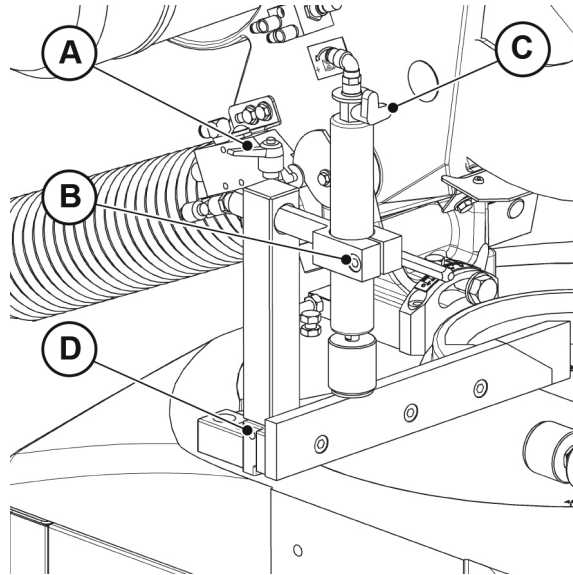

Abb. 07-06
- 1 Den Hebelgriff „A“ (Abb. 07-06) zur Einstellung des Abstands vom Profil lockern.
- 2 Die Schraube „B“ (Abb. 07-06) zur vertikalen Einstellung der Spannvorrichtung lockern.
Zum Ausschließen der vertikalen Spannvorrichtung den Hahn „C“ (Abb. 07-06) betätigen.
Die vertikale Spannvorrichtung muss durch Einwirkung auf den Befestigungsstift „D“ (Abb. 07-06) rechts oder links vom Kopf positioniert werden.